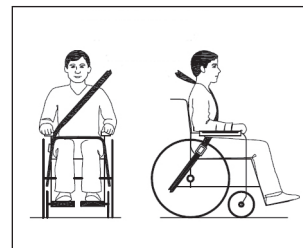

Abbildung 4
- Der Hüftgurt muss auf der Höhe des Übergangs zwischen Hüfte und Becken quer über der Vorderseite des Körpers verlaufen. Der Gurt sollte dabei richtig am Körper anliegen. Der Obergurt muss dem Benutzer vollständige Unterstützung bieten, wie in Abbildung 4 zu sehen ist.